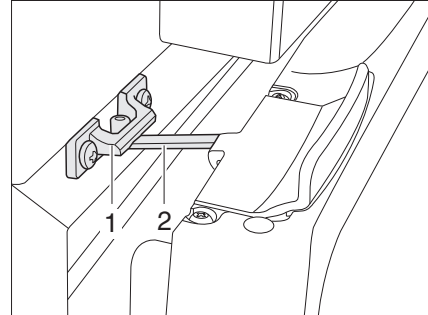

Fig. 144 Puerta del frigorífico en posición de ventilación (Thetford)
- Abrir el bloqueo (Fig. 144,2) y engatillarlo en el alojamiento del bloqueo (Fig. 144,1). De este modo, la puerta del frigorífico quedará ligeramente abierta.